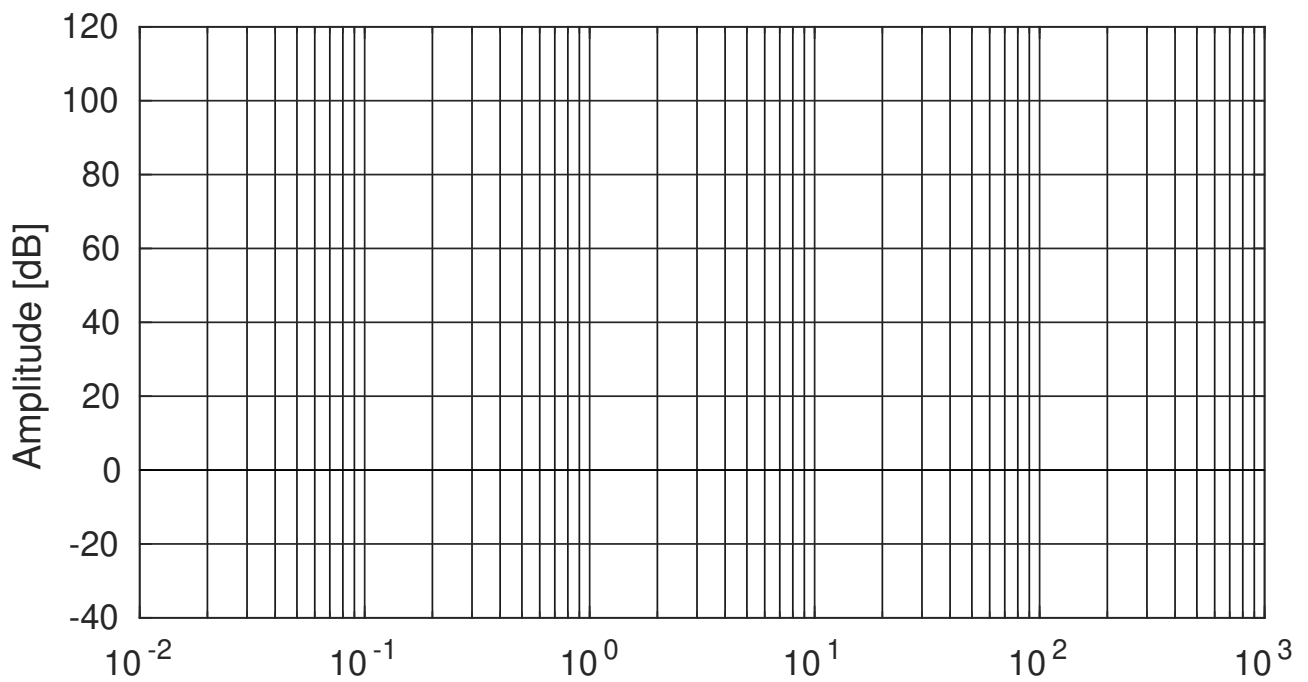

Abbildung 2: Raster für Amplitudengang
- b) Geben Sie die Knickfrequenzen von $\tilde{C}_1(s)$ und $\tilde{C}_2(s)$ an und zeichnen Sie die Amplitudengänge der Übertragungsfunktionen $\tilde{C}_1(s)$ und $\tilde{C}_2(s)$ für $V = 10$ in das Raster in Abb. 2!